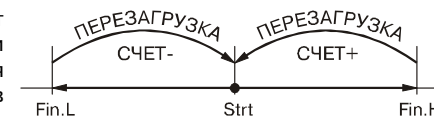

Рис. 7
3.1.2.2. Параметры **Fin.L** и **Fin.H** задают нижнюю и верхнюю границы счета, при достижении которых происходит автоматическая перезагрузка счетчика числом, записанным в параметре **Strt** (рис. 7).